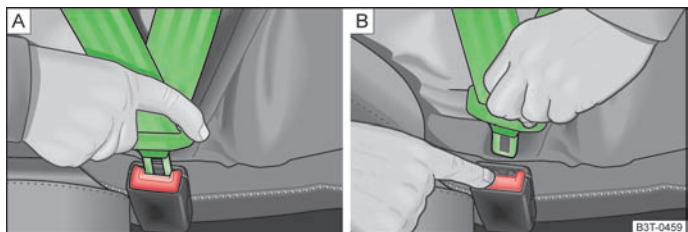

Abb. 79 Sicherheitsgurt anlegen / ablegen
- Die Schlosszunge in das zum Sitz gehörende Gurtschloss » Abb. 79 - stecken, bis diese hörbar einrastet.
- Die rote Taste im Gurtschloss » Abb. 79 - drücken, die Schlosszunge springt heraus.